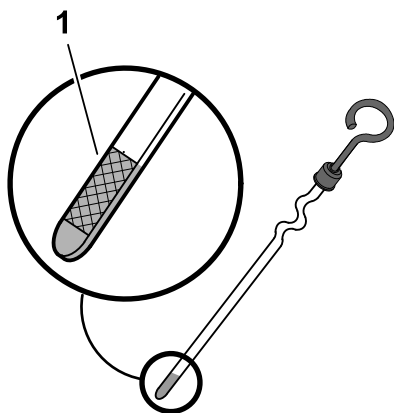

Figure 30
4. Enfoncez la jauge au fond du tube (Figure 30).